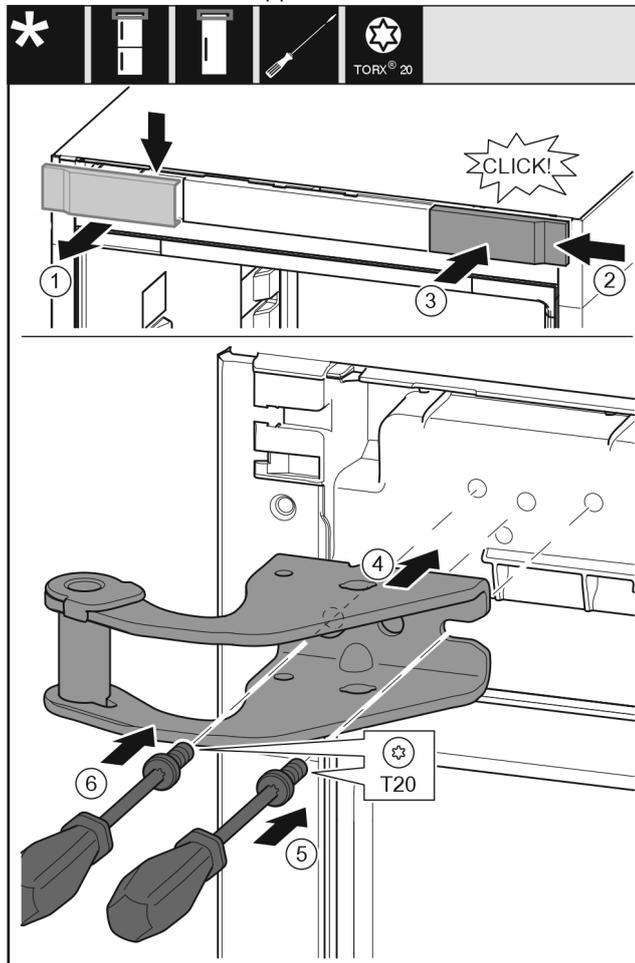

Fig. 15
- ▶ Rimuovere la copertura Fig. 15 (1) dall'alto in avanti.
- ▶ Agganciare da destra la copertura Fig. 15 (2) ruotata di 180° sull'altro lato.
- ▶ Innestare la copertura Fig. 15 (3).
- ▶ Applicare il blocco di supporto superiore Fig. 15 (4).
- ▶ Applicare la vite Fig. 15 (5) con un cacciavite e serrarla.
- ▶ Applicare la vite Fig. 15 (6) con un cacciavite e serrarla.